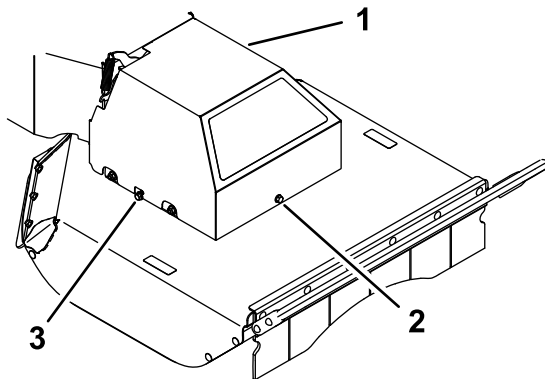

Figura 31
- Afloje los pernos del lado izquierdo y derecho unas vueltas y afloje el perno delantero hasta que la cubierta quede suelta (Figura 31).
luego apriete ambos pernos laterales (Figura 31).